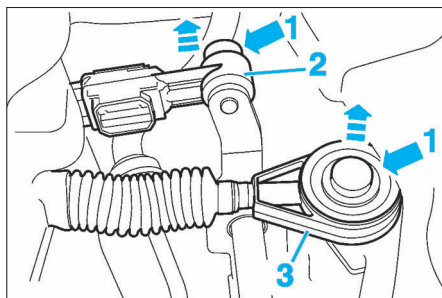

FIG. 1
- Désaccoupler les câbles de la commande de boîte de vitesses. Pour cela, appuyer sur les verrouillages (1) du câble de sélection (2) et du câble de changement de vitesses (3) puis extraire les câbles des commandes (Fig.1).